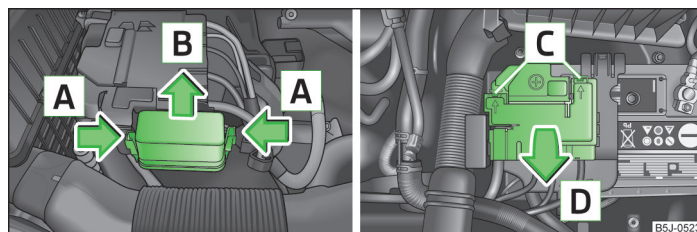

Fig. 154 Bateria autovehiculului: Capacul panoului de siguranțe
- Apăsăți simultan mânerurile de siguranță ale panoului de siguranțe, în sensul săgeții **A** » fig. 154 și împingeți înspre afară capacul, în sensul săgeții **B**.